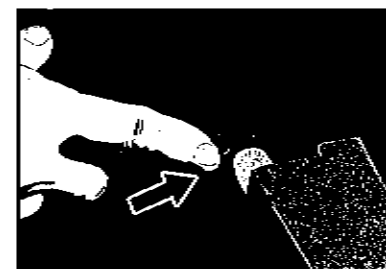

Fig.38
5. Pour dégager (déconnecter) le réservoir d'eau externe, pousser le bouton de dégagement (de couleur argent) sur le raccord rapide du cabinet, saisir les poignées encastrées de chaque côté du réservoir et retirer. Voir les fig. 38, 39.